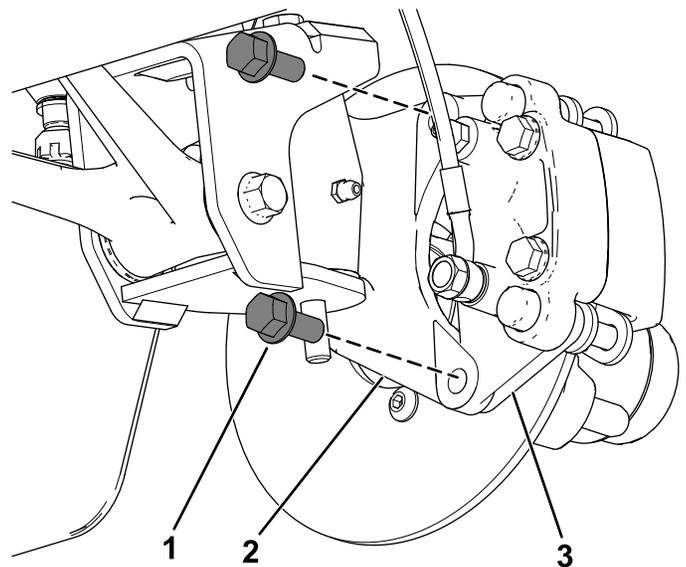
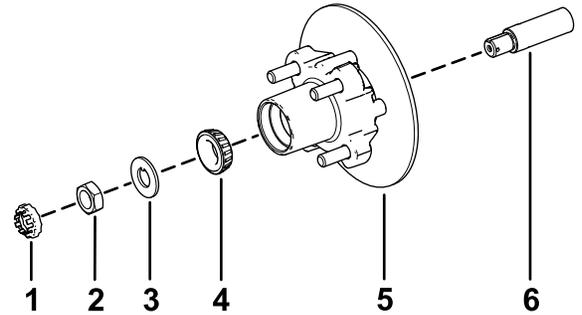

図 38
図 42
3. ブレーキアセンブリ用のブラケットをスピンドルに固定しているフランジヘッドボルト $\frac{3}{8}$ " x  $\frac{3}{4}$ "を外してスピンドルからブレーキを取り外す 図 38。
1. スピンドルに所定のグリスを薄く塗る 図 42。
2. ハブとロータをスピンドルに取り付ける。ロータを内側にすること 図 42。
3. スピンドルに外側ベアリングを取り付けてレースにはめる 図 42。
4. スピンドルにタブワッシャを取り付ける 図 42。
5. スピンドルにスピンドルナットを取り付け、ハブを回してベアリングを着座させながらナットを 15 N·m 1.52 kg·m = 11 ft·lb に締めつける 図 42。
2. ブレーキパッドをロータのそれぞれの側に合わせ 図 38、キャリパブラケットの穴と、スピンドルフレームのブレーキ取り付け部の穴を整列させる 図 42。
3. キャリパブラケットをスピンドルフレームに固定する 図 38 フランジヘッドボルト  $\frac{3}{8}$ " x  $\frac{3}{4}$ " 2本を使用する。